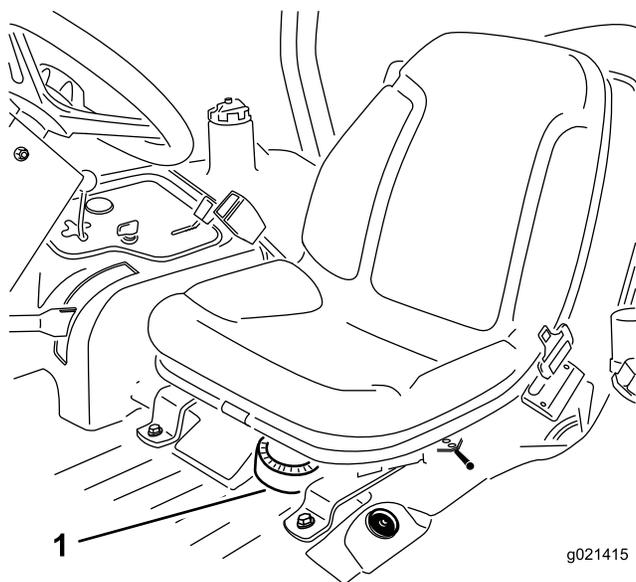

Figure 49
1. Déposez le siège de la machine pour accéder à la pompe à carburant (Figure 49).